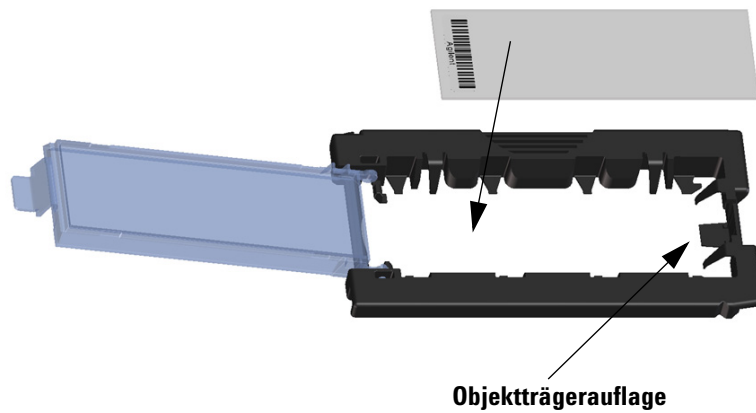

Abbildung 39 Einlegen des Objektträgers in den Objektträgerhalter
- c Platzieren Sie das Ende des Objektträgers, an dem sich der Strichcode nicht befindet, vorsichtig auf der Objektträgerauflage. Siehe Abbildung 39.